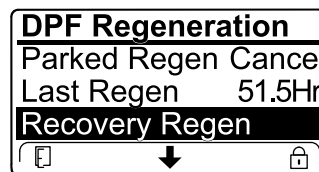

Figure 48
- Si le calculateur moteur n'a pas demandé de régénération d'urgence et que vous naviguez jusqu'à l'option RECOVERY REGEN (régén. d'urgence), la régénération d'urgence se bloque et l'icône de blocage (Figure 48) apparaît en bas à droite de l'InfoCenter.